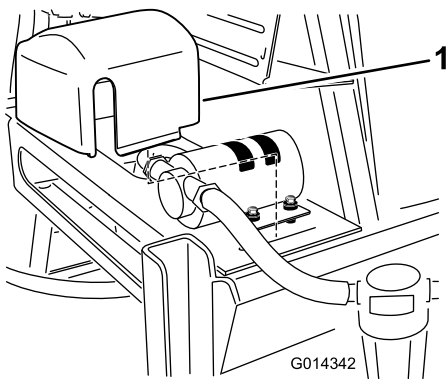

Figure 28
6. Posez le couvercle sur la pompe de rinçage (Figure 28).
2. Montez le temporisateur à l'emplacement indiqué à la Figure 28.